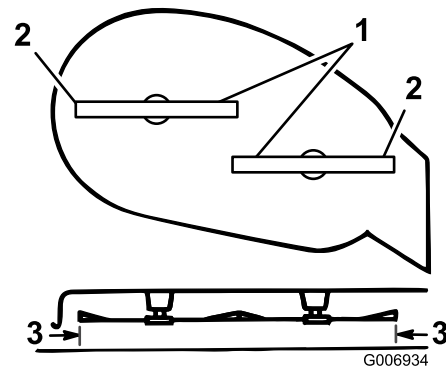

Figura 47
5. Ruotate con cautela le lame da un lato all'altro (Figura 47).
6. Misurate la distanza tra i taglienti esterni e la superficie piana (Figura 47). Se entrambe le misurazioni non sono comprese in 5 mm, regolatele; vedere 7 a 10.